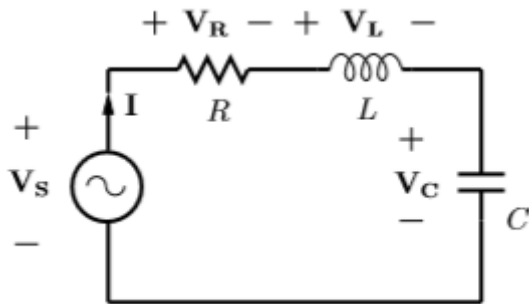

Рис. 11. Последовательная RLC цепь
1. Компоненты, не зависящие от смещения: рассмотрим цепь на рис. 11. Здесь для заданной частоты ω импеданс для R , L и C может быть вычислен как R , $j\omega L$ и $-j/\omega C$, и они не зависят ни от каких-либо смещений на постоянном токе, которые может иметь источник. В этом случае мы можем выполнить анализ на переменном токе непосредственно, то есть, без предварительного анализа на постоянном токе.